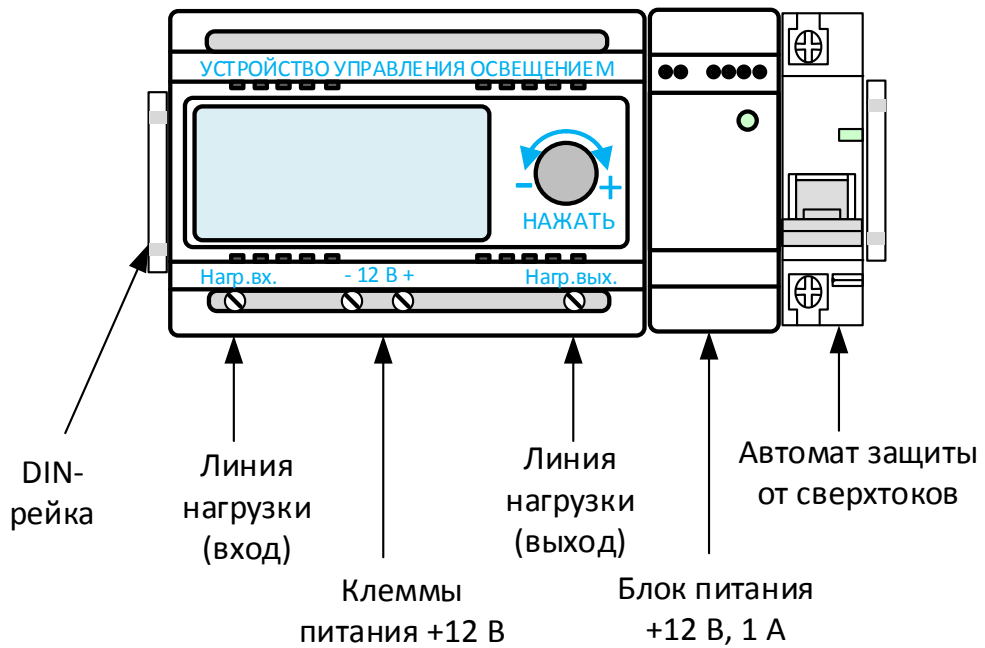

Рис. 2 – Монтаж устройств на DIN-рейку
- 6.5. Монтаж вышеперечисленных устройств производится на рейку DIN EN 50022 35x7,5 мм (рис. 2). Возможен монтаж в пластиковую электротехническую коробку с посадочным размером 12 модулей (280x190x93 мм) или в щиток управления освещением.